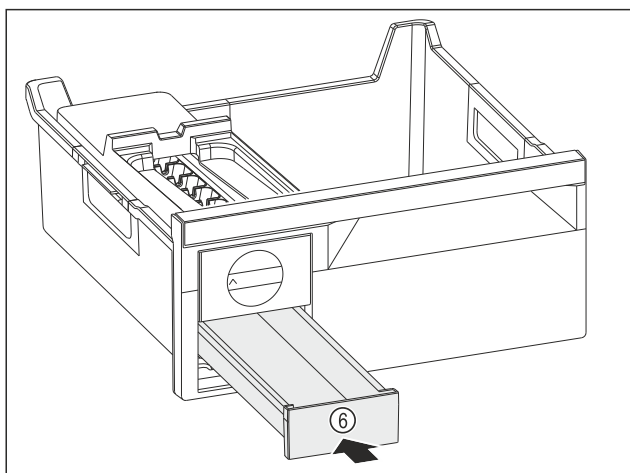

Fig. 91
- Spingere verso l'interno il cassetto del ghiaccio Fig. 91 (6).